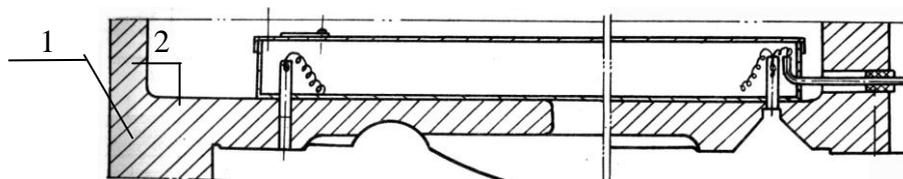

Рис. 31 Масляный резервуар каретки
- 2) На рисунке представлен масляный резервуар (1) каретки. Откройте крышку (2), долейте масло в резервуар и закройте крышку (2) (см. Рис. 31).